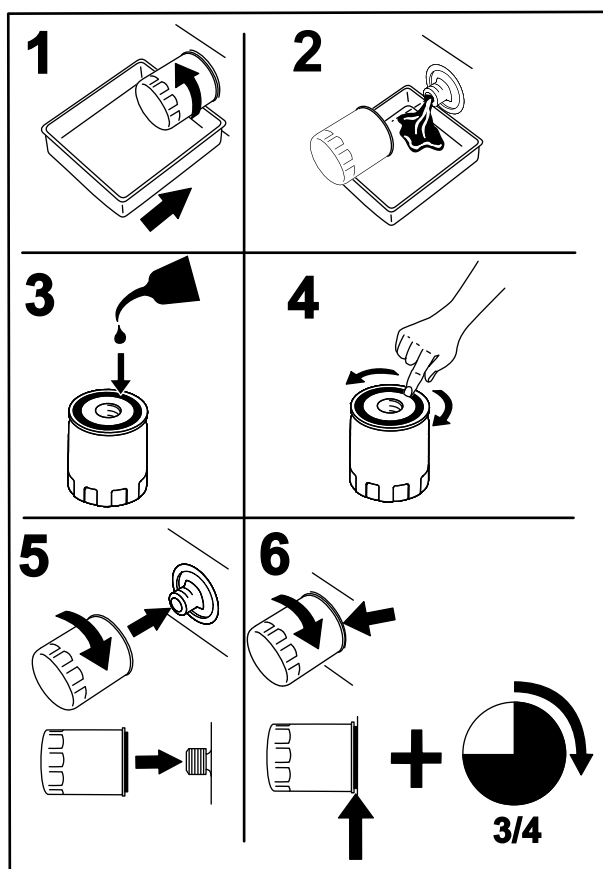

Figure 42
4. Placez un bac de vidange sous le filtre à huile et tournez le filtre dans le sens antihoraire pour le déposer (Figure 42).